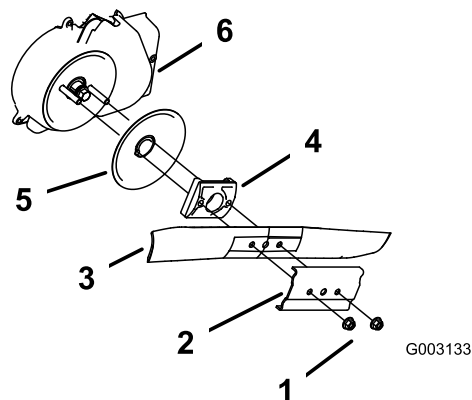

Figure 29
3. Retirez les 2 écrous de la lame et le renfort (Figure 29).
4. Déposez la lame (Figure 29).
5. Déposez le dispositif d'entraînement de la lame et le disque anti-scalp (Figure 29).
6. Déposez la protection du débrayage du frein de lame (Figure 29).
10. Reposez la lame et le renfort au moyen des 2 écrous de lame retirés précédemment (Figure 29).